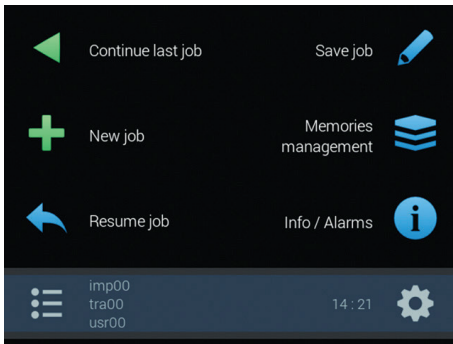
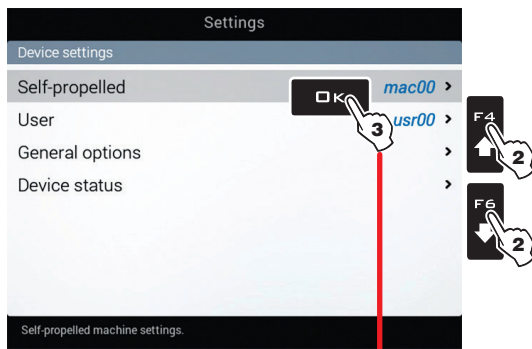

Fig. 28
Fig. 29
**BEROENDE AV ÄNDRINGAR SOM GÖRS I GRUNDLÄGGANDE INSTÄLLNINGAR (KAP.4) KOMMER MENYLAYOUTEN ÄNDRAS OCH ÄVEN SÅ ENHETENS AVANCERADE INSTÄLLNINGAR I ÖVERENSSTÄMMELSE MED DESSA ÄNDRINGAR. EN ÖVERSIKT AV HUR MAN NAVIGERAR FINNS I Fig. 29 OCH Fig. 30.**
**1** På "Home"-skärmen (Fig. 28) tryck **F8** för att nå menyn **Settings** (Fig. 29 / Fig. 30). **2** Fortsätt med den avancerade inställningen: välj den nödvändiga menypunkten (tryck **F4** eller